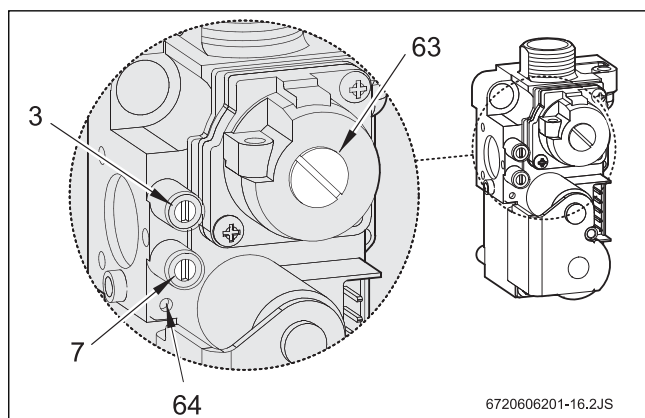

Fig. 29 Automático de gás
- ▶ Desmontar a cobertura do parafuso de regulação do gás (63) (Fig. 29).
- ▶ Tratando-se de gás natural: regular o consumo MAX com o parafuso de regulação (63) (Tab. 9).